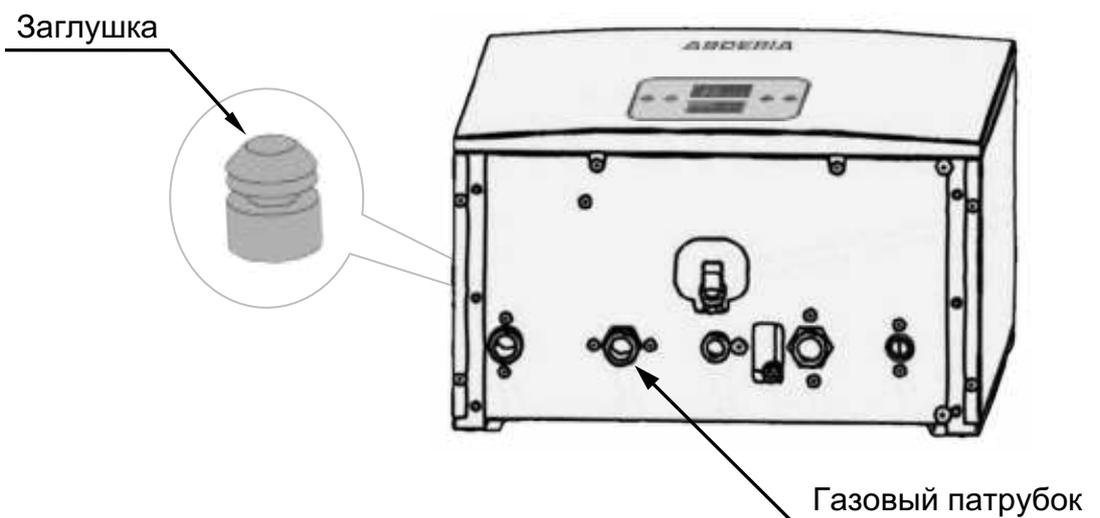

Рис. 18 Место присоединение котла к газопроводу.
- Газовую подводку подключают к газовому патрубку котла, предварительно сняв транспортную, защитную заглушку (См. Рис. 18).